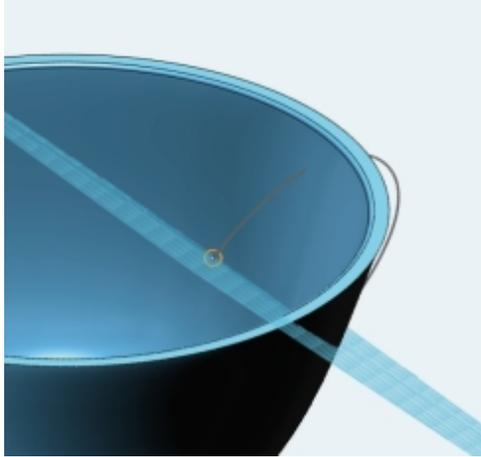
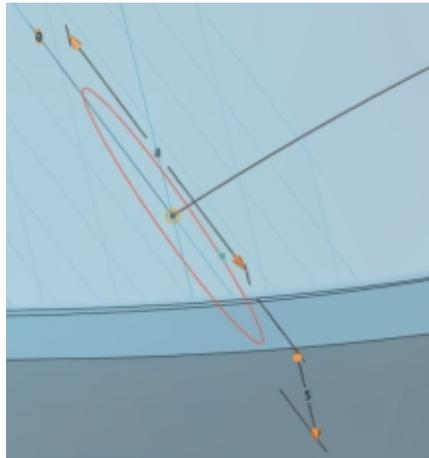

图7-2-18 选择放置面
图7-2-19 绘制椭圆
⑪绘制杯柄轮廓线。使用“草图绘制”→“椭圆形”草图绘制功能，选择杯柄弧线为放置面平面原点，以原点为椭圆圆心，绘制一个椭圆为杯柄轮廓线，如图7-2-18和图7-2-19所示。